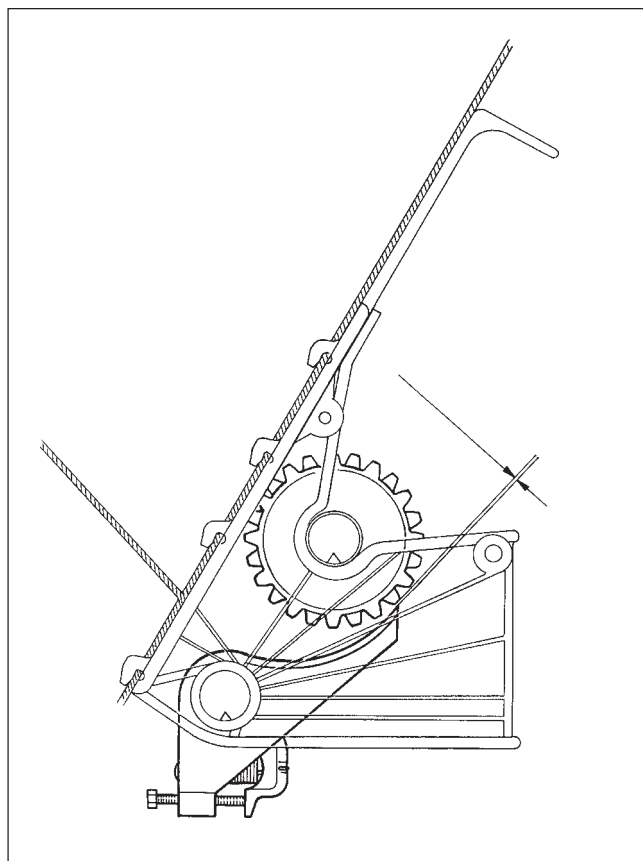

Рис. 20.2
3. Проверьте в каждой высевной коробке соблюдены ли требуемый зазор от 0,1 мм до 0,5 мм (см. Рис. 20.2) между клапаном высевной коробки (Рис. 20.2/1) и высевающей катушкой (Рис. 20.2/2). При этом проверяемую высевающую катушку проворачивайте рукой на валике высевающего аппарата.
4. Требуемый зазор устанавливается при помощи пружинного болта (Рис. 20.2/3) с небольшой погрешностью.